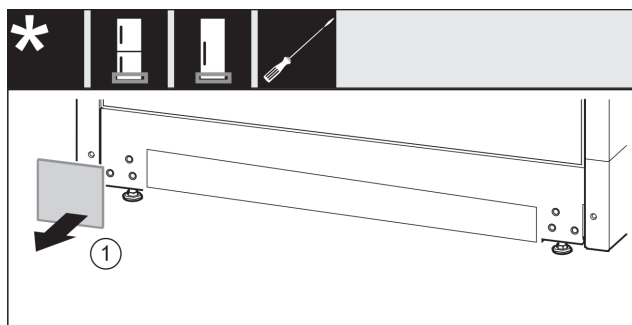

Fig. 18
- Retire la cubierta Fig. 18 (1).